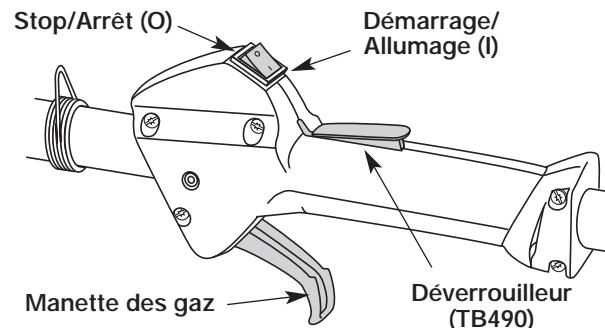

Fig. 20
REMARQUE : Il n'est pas nécessaire de faire démarrer la machine. La commande On/Off (Arrêt/Marche) est en position ON (I) en permanence (Fig. 20).